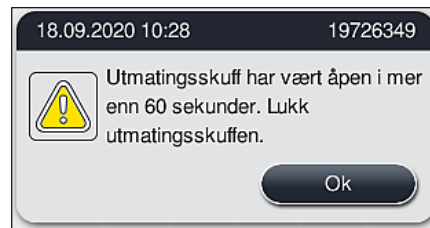

Fig. 89
- Brukeren får en informasjonsmelding (→ "Fig. 89") hvis utmatingskuffen er åpen i mer enn 60 sekunder.